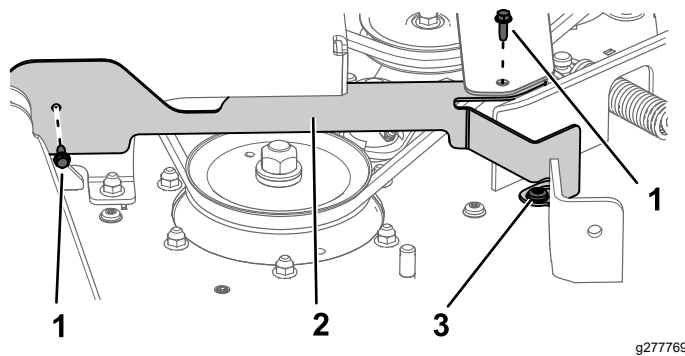

Figura 32
2. Rimuovete i bulloni flangiati ($\frac{1}{4}$ " x $\frac{3}{4}$ ") e allentate il bullone di spallamento sul lato destro della macchina (Figura 32). Rimuovete la protezione.